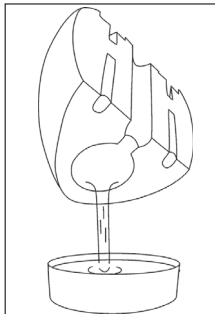

Fig 7
3. Vider le réservoir en le retournant -Fig.7.